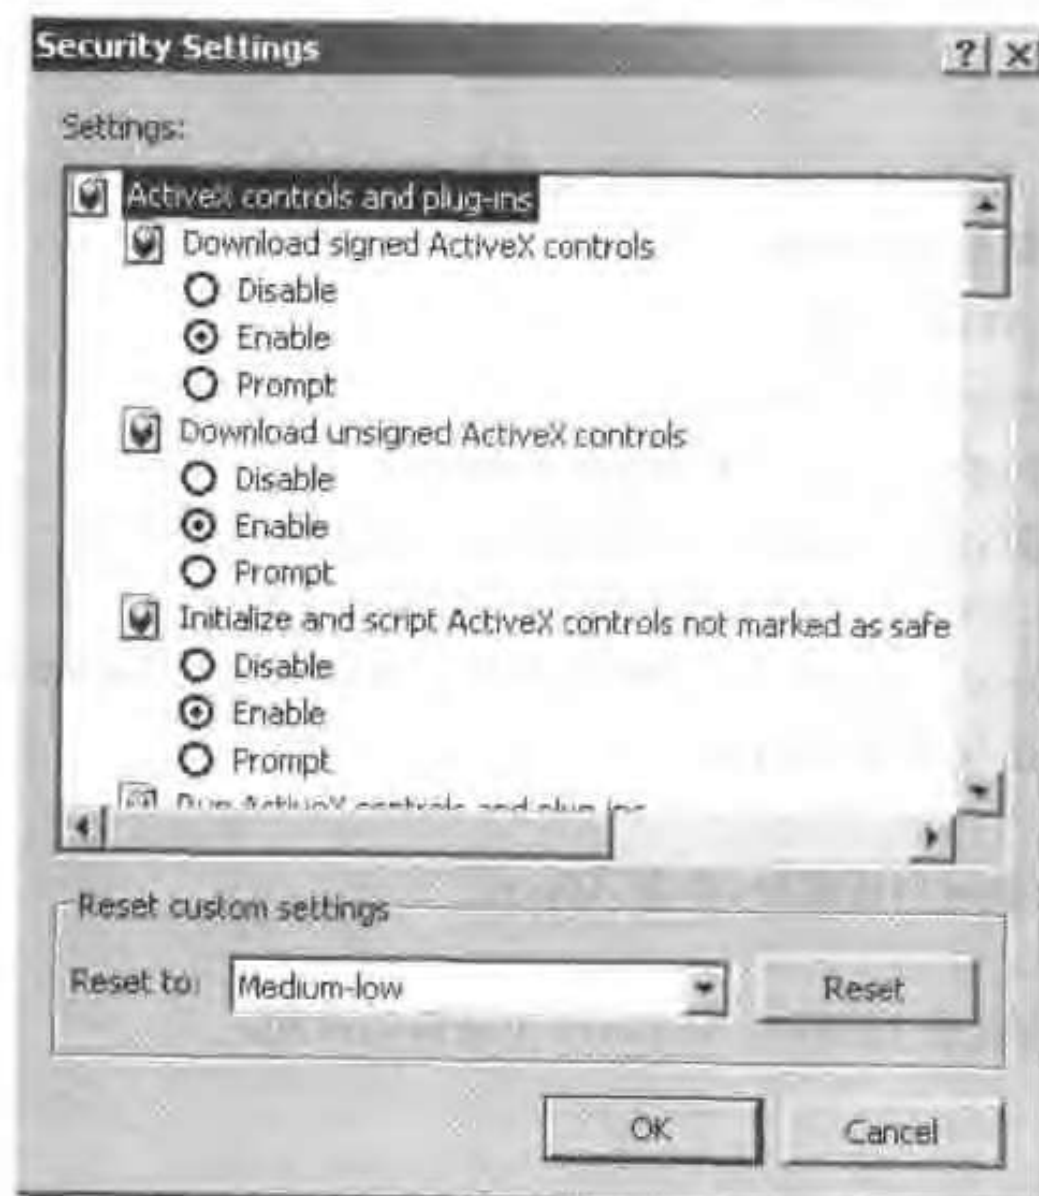

图 15-27 安全性设置
- 单击 Custom Level,如图 15-27 所示的对话框就会显示。